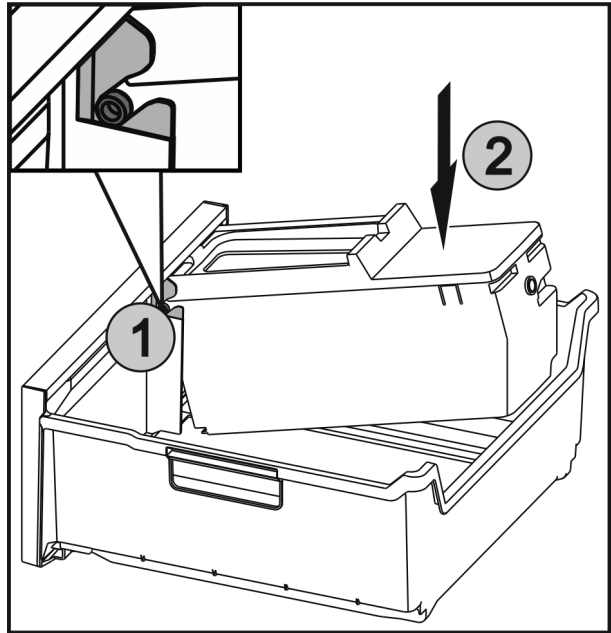

Fig. 33
- ▶ Вкарайте осите Fig. 33 (1) на EasyTwist-Ice във водачите и натиснете задната страна Fig. 33 (2), докато езичето се фиксира.